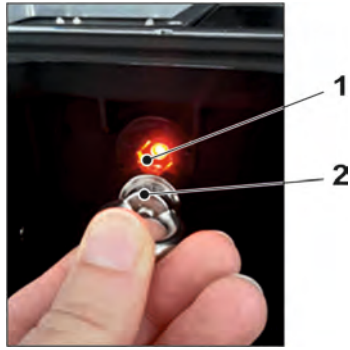

Abb. 32-1 Aufwecken des NivuFlow Mobile
2. NivuFlow Mobile „aufwecken“: dazu den mitgelieferten Magneten (Abb. 32-1 Pos. 2) vor den Reedkontakt (Abb. 32-1 Pos. 1; vorne am NFM) halten bis die LED leuchtet.